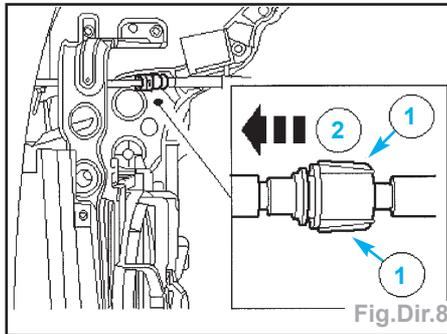

Fig.Dir.8
- Débrancher le raccord rapide de la durit retour réservoir du tuyau de refroidissement (Fig.Dir.8) :
- enfoncer les languettes de verrouillage de raccord rapide (1),
- débrancher le raccord rapide (2).